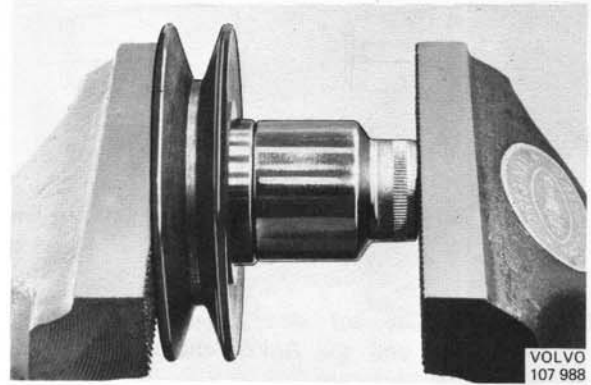

Abb. 43 Einpressen des Kugellagers in die Spannrolle, früh. Ausf.
4. Neues Lager in die Riemenscheibe einpressen (Abb. 43).